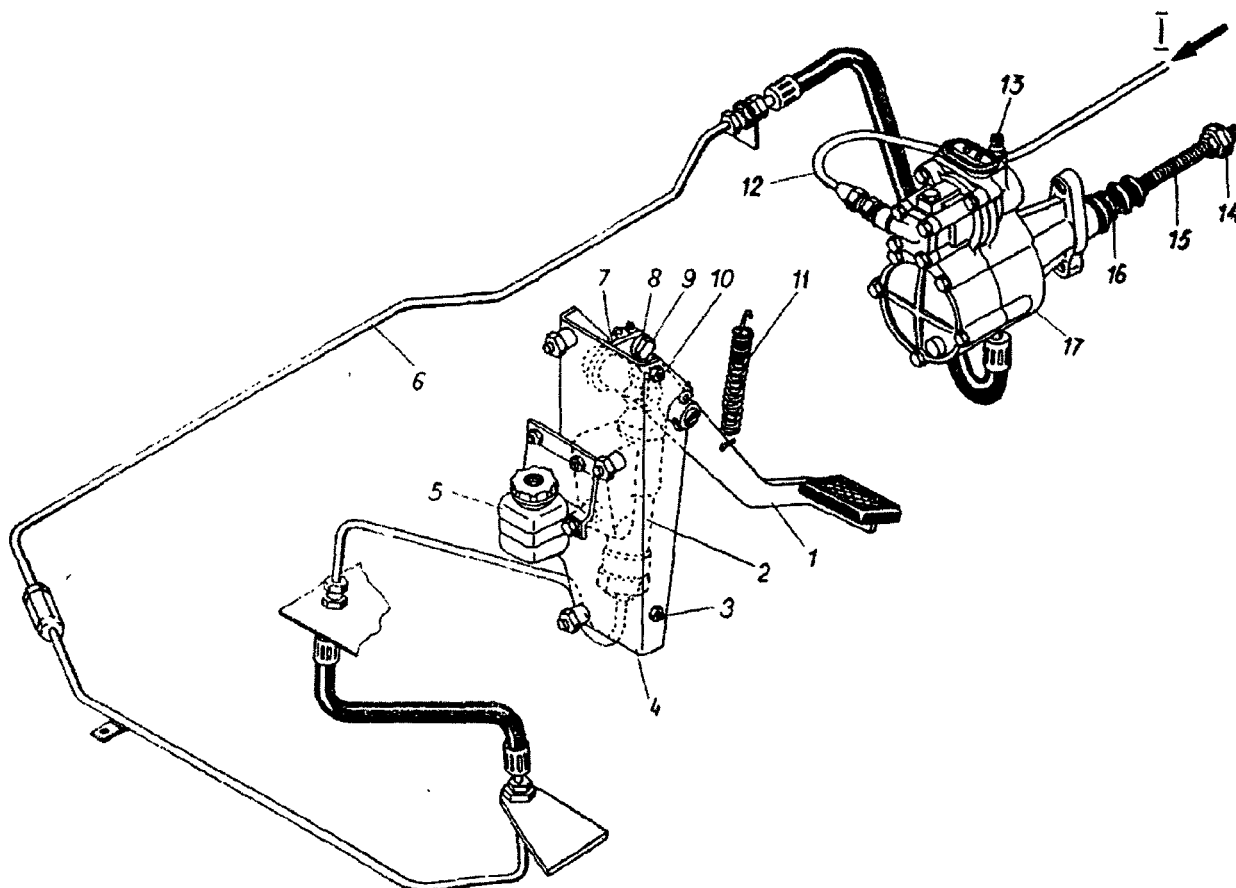

Рис. 43. Привод механизма сцепления:
2. Снимите отжимную пружину 11 (рис. 43) рычага вала вилки выключения сцепления	Плоскогубцы, отвертка